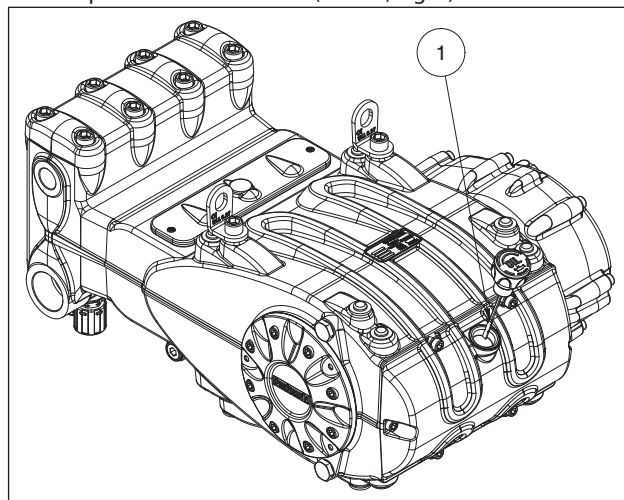

Fig. 8
5. Der Ölstand im Pumpengehäuse korrekt ist, u.z. über den entsprechenden Messstab (Pos. ①, Fig. 8).